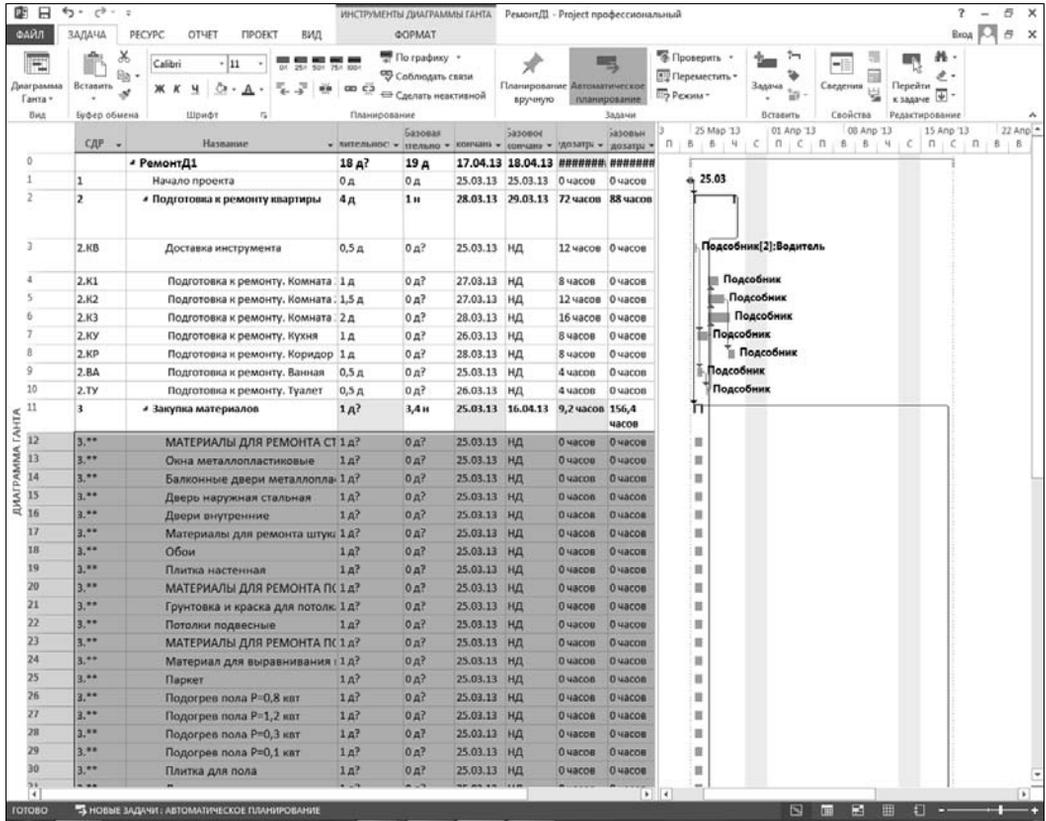

Рис. 7.1.5. Линейная диаграмма проекта-примера с введенным в него вторым пакетом детальных задач по закупке материалов (вид после вставки)
5. Выделить названия всех вставленных задач в строках 12–49. Сохранив выделенными новые задачи, щелкнуть по имеющейся в области **Планирование** кнопке **Понизить уровень задачи** (она выделена на рис. 7.1.1). При этом все наименования материалов окажутся "вложенными" в задачу "Закупка материалов", что и требовалось. Вид окна линейной диаграммы после выполнения описанных действий показан на рис. 7.1.5.